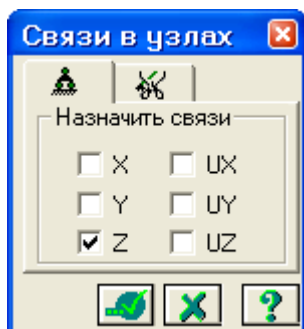

Рис.2.6. Диалоговое окно **Связи в узлах**
- С помощью пункта меню **Схема** ⇒ **Связи** (кнопка  на панели инструментов) вызовите диалоговое окно **Связи в узлах** (рис.2.6).